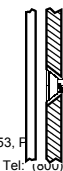

Figure 2: Mounting Screw Position/
- Mount the back cover using two screws and replace the PCB. Use ISO 7050 (ST3.5 x 22) or similar countersunk screws so that the screw head will not touch the PCB – see Figure 2.
7. Montez le couvercle arrière de l'émetteur sur le mur en utilisant deux vis. Employez l'ISO 7050 (ST3.5 x 22) ou similairement noyez la vis, afin que la tête de la vis ne touche pas le PCB – voir Figure 2.